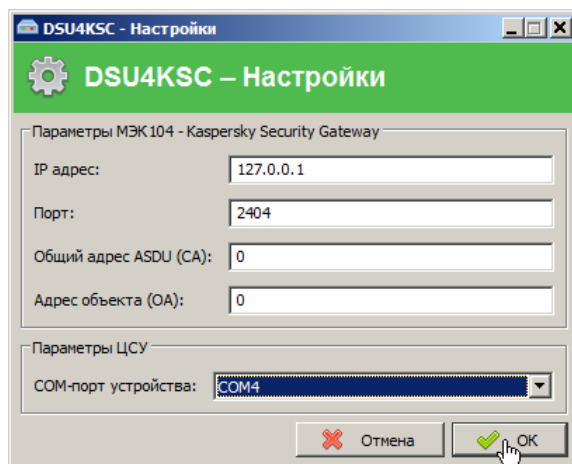

Рисунок 7 Настройка DSU4KSC
- 6 В открывшемся окне настроек установить параметры, приведённые в таблице 3, рис. 7.